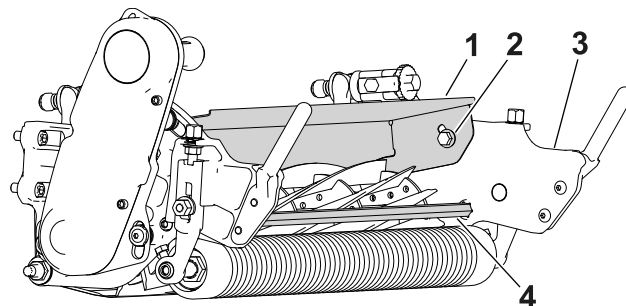

Bild 18
1. Lockern Sie die Schrauben, mit denen das Grasschutzblech (Bild 18) an der Schneideinheit befestigt ist.